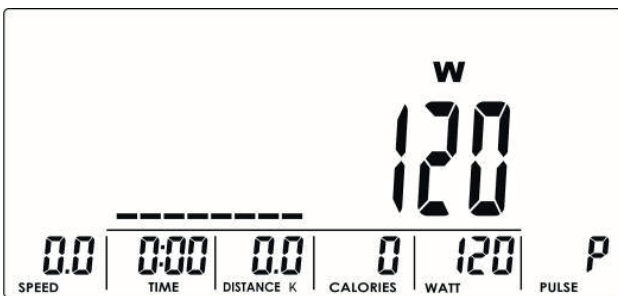

Abbildung 15
2. Geben Sie das Ziel-Wattwert (Vorgabewert: 120, Abb. 15) mit den UP oder DOWN Tasten ein.